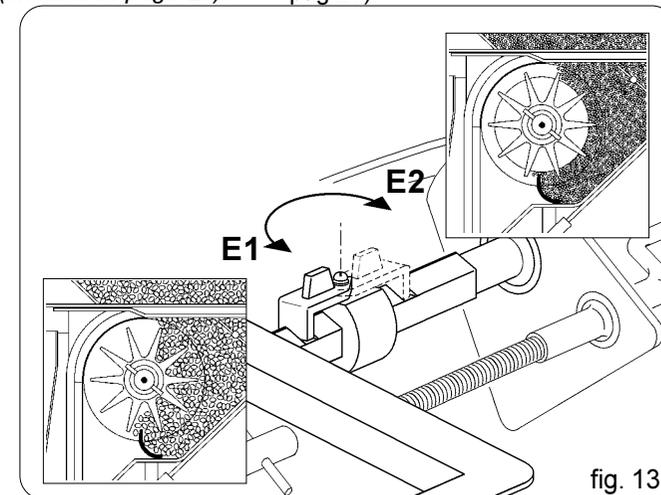

fig. 13
La posizione «E1» (Fig. 13) consente un'apertura della saracinesca sulla scala graduata da 0 a 110 con la massima capacità di distribuzione del rullo dosatore; viceversa nella posizione «E2» un'apertura della saracinesca da 0 a 25 e con una riduzione della portata del rullo. È importante ricordare che occorre sempre chiudere completamente la saracinesca (allo 0 della scala graduata) per invertire la posizione della molla di blocco (E).
*The position "E1" (Fig. 13) enables the gate to be opened on a graduated scale, ranging from 0 to 110, with maximum capacity of the dosing roller; in the "E2" position, on the other hand, there is a gate opening range of 0 to 25 and the capacity of the roller is reduced. It is important always to remember to close the gate completely (0 on the graduated scale) in order to invert the position of the locking spring (E).*
Die Stellung "E1" (Abb. 13) ermöglicht das Öffnen des Schiebers auf der Gradskala von 0 bis 110 und mit maximaler Säleistung der Dosierrolle. Die Stellung "E2" ermöglicht dagegen das Öffnen des Schiebers von 0 bis 25 mit reduzierter Säleistung der Dosierrolle.
*La position "E1" (fig. 13) permet l'ouverture de la vanne sur l'échelle graduée de 0 à 110 avec le maximum de la capacité de distribution du rouleau doseur; tandis que la position "E2" permet une ouverture de la vanne de 0 à 25 et une réduction du débit du rouleau. Il est important de fermer complètement la vanne (au 0 de l'échelle graduée) pour inverser la position du ressort de blocage (E).*
La posición "E1" (Fig. 13) permite una abertura de la persiana sobre la escala graduada de 0 a 110 con la máxima capacidad de distribución del rodillo dosificador; mientras en la posición "E2" permite una abertura de la persiana de 0 a 25 que comporta una reducción de la capacidad del rodillo.